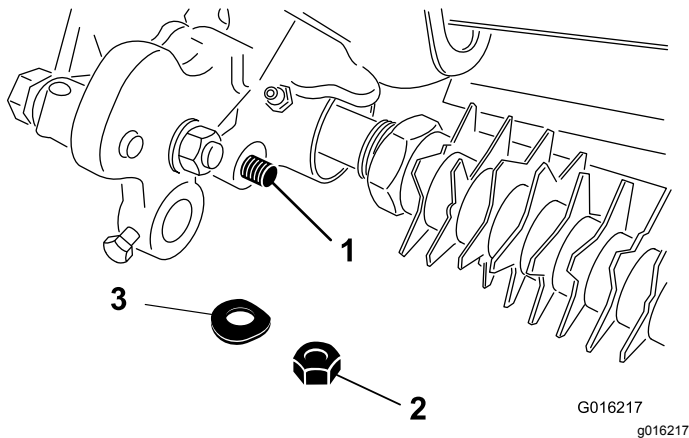

Рисунок 14
- Прикрепите конец стержня узла рычага регулятора к узлу привода механической щетки с помощью ранее снятых шайбы и контргайки (Рисунок 14).
- Прикрепите конец стержня узла рычага регулятора к узлу привода механической щетки с помощью шайбы и контргайки (Рисунок 14).